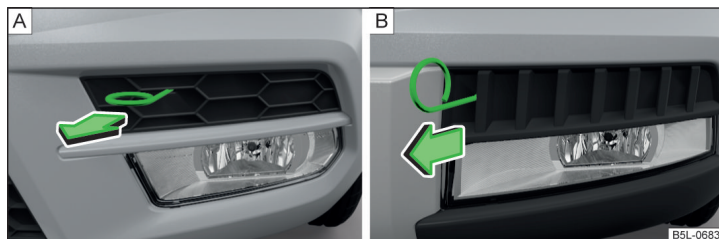

Fig. 199 Grille de protection : variante 1/variante 2
- Détachez la grille de protection dans la zone de la flèche » fig. 199 à l'aide de l'étrier servant au retrait des enjoliveurs intégraux de roue.
Avant de remplacer l'ampoule, démonter la grille de protection du feu antibrouillard **» fig. 199** à la page 180 ou **» fig. 200** à la page 181.